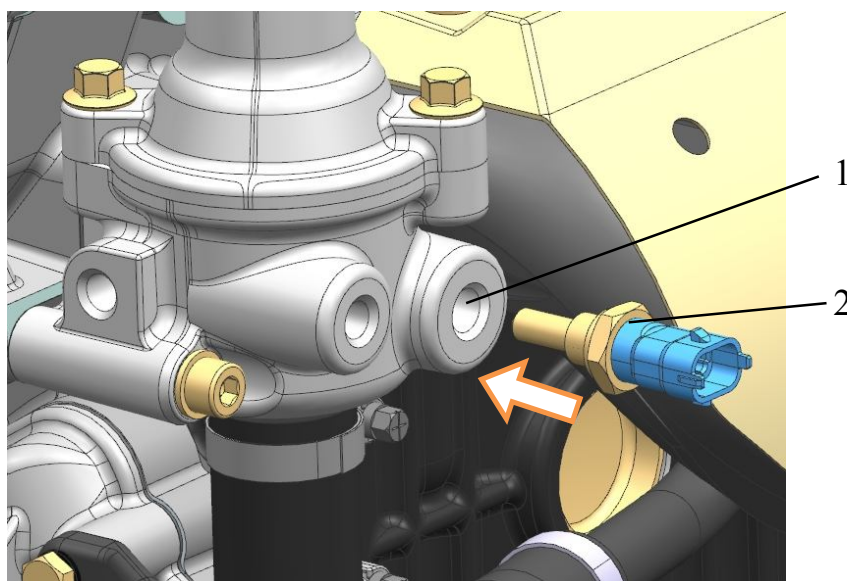

Рис.220. Установка датчика температуры охлаждающей жидкости:
**17.** Завернуть датчик температуры охлаждающей жидкости 2 (рис.220) в отверстие 1 корпуса термостата моментом 11,8...17,6 Н·м (1,2...1,8 кгс·м), предварительно нанеся на резьбу датчика анаэробный герметик «Фиксатор-6» или аналогичный («Стопор-6», «Техногерм-5», «Гермикон-2К»).